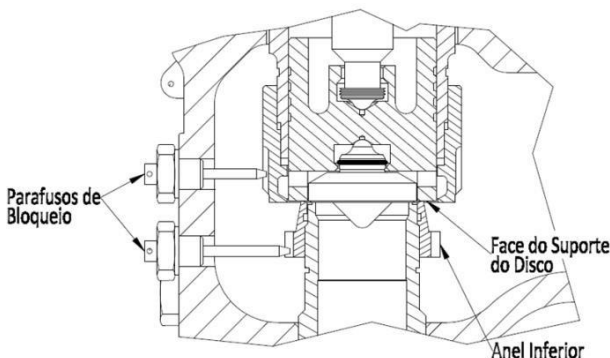

Figura 03
- 5 Mova o anel inferior (**07**) para cima (sentido anti-horário) até o contato com a face do suporte do disco (**Figura 03**).